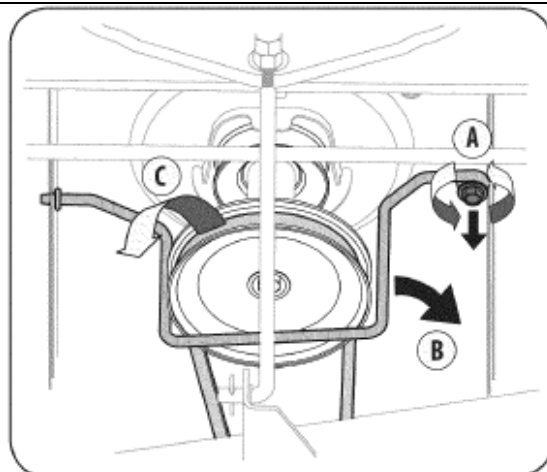

Рис. 17
3. Отверните саморез (А), который фиксирует направляющую ремня около шкива вала отбора мощности трактора. Затем извлеките направляющую ремня (В)/ См. Рис. 17.
4. Снимите ремень (С) со шкива вала отбора мощности. См. Рис. 17.